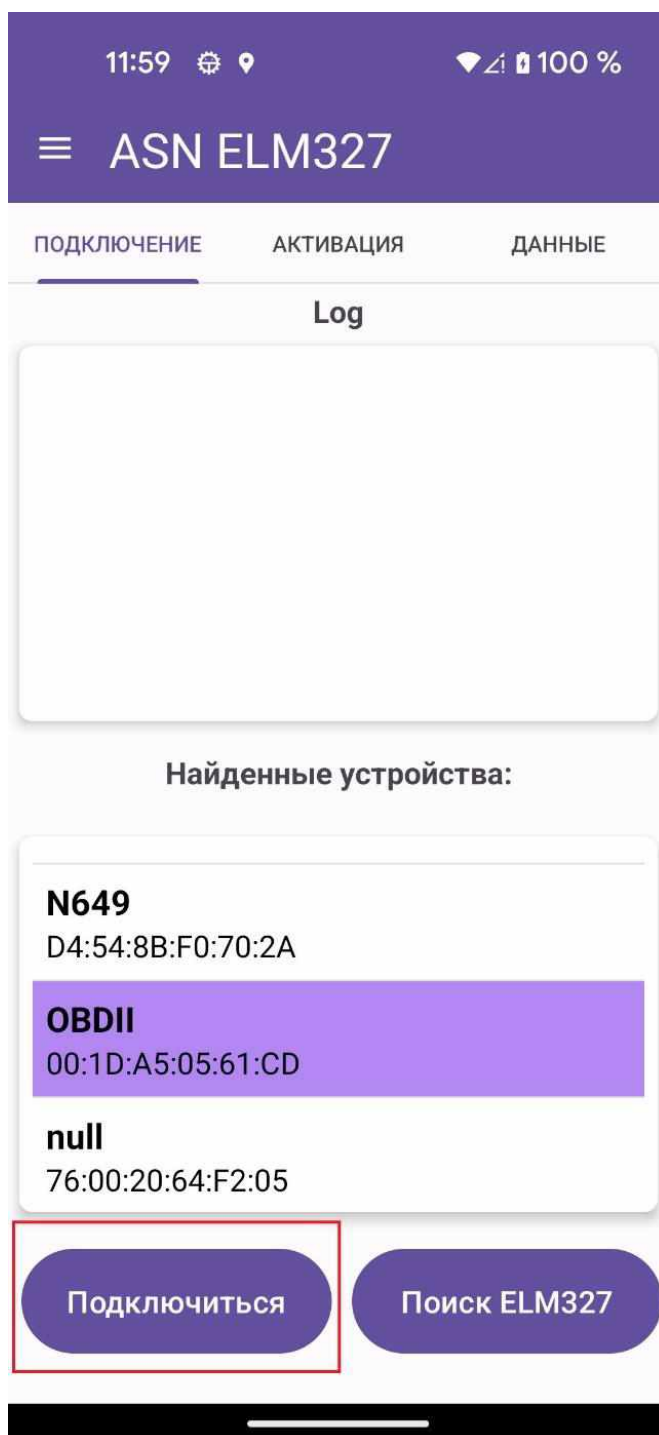

Рисунок 19 – Выбор и подключение к адаптеру
4) По завершении поиска необходимо выделить в окне нужное устройство и нажать на кнопку «Подключиться» (рис. 19).